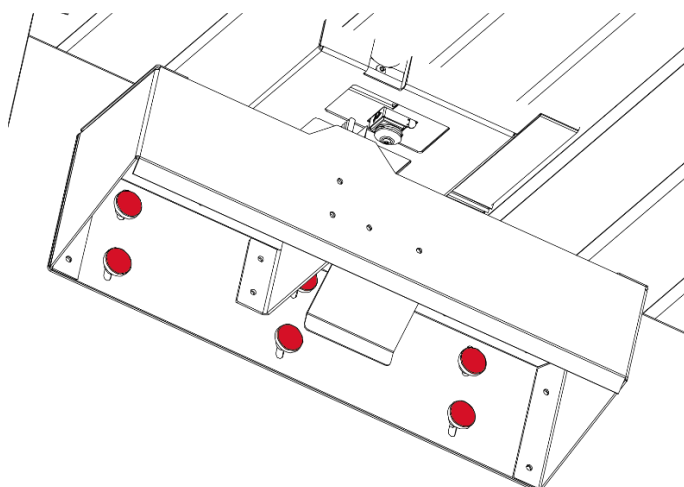

Рис. 16. Болты регулировки очистной станции
1. Ослабить шесть болтов для регулировки очистной станции, обозначенной на рис. 16.